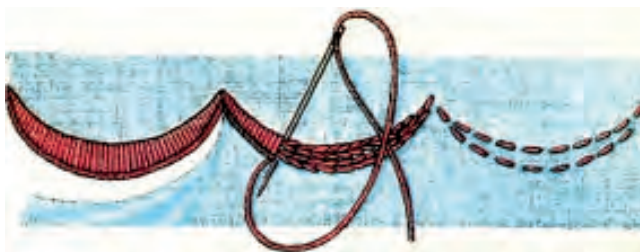

Рис.73. Обработка петельным швом края скатерти.
4. Часть закрепленной в пальцы скатерти обшивается одним из швов, указанных на рисунках 70–73. Затем край скатерти в пальцах передвигается и обшивка края продолжается. Так обшиваются все края скатерти. Ширина шва должна составлять 7–10 см (рис.73).